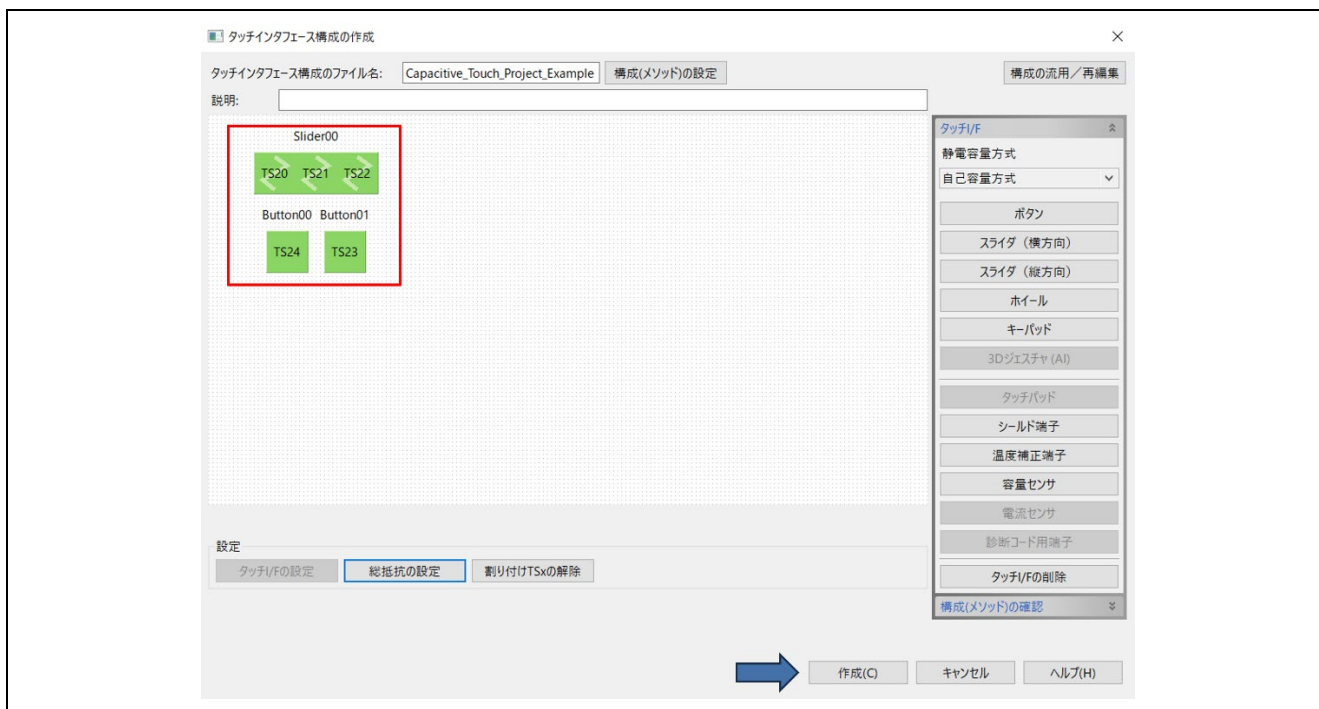

図 8-11 タッチインタフェース設定後の構成
6. タッチインタフェースが設定されると、図 8-11 のように電極が緑色の表示へと変化します。このまま[作成] をクリックします。